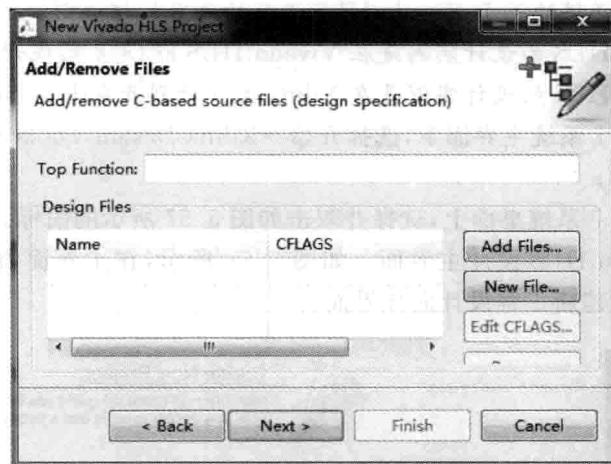

图 5.60 添加/删除文件界面
- (4) 如图 5.60 所示,出现 New Vivado HLS Project-Add/Remove Files(新 Vivado HLS 工程-添加/删除源文件)界面,在该界面下按如下设置参数:
- ① 单击 New File 按钮。按下面步骤操作: